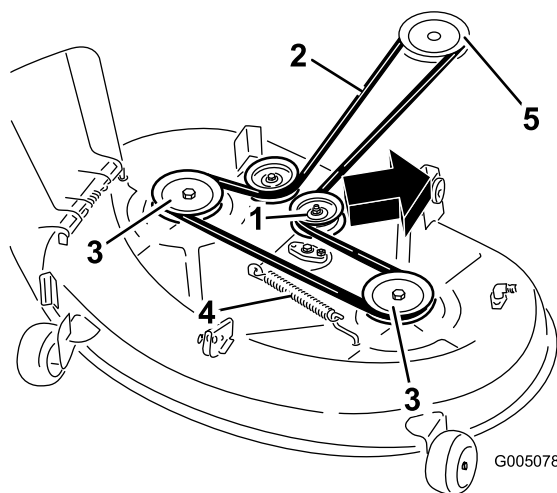

Figura 45
5. Tirate la puleggia tendicinghia nel senso riportato nella Figura 45, e togliete la cinghia dalle pulegge.
6. Montate la nuova cinghia attorno alla puleggia del motore ed a quelle del tosaerba (Figura 45).
7. Tirate la puleggia tendicinghia nel senso riportato nella Figura 45, e montatela sulla puleggia tendicinghia (Figura 45).